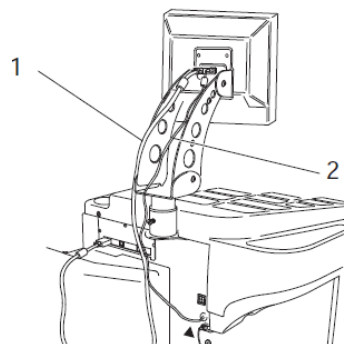

Рис. 2. Соединение монитора и клавиатуры со станком для балансировки колес WBE 4515:
3. Вставьте в монитор кабель для подключения к сети (рис.2, поз. 2).